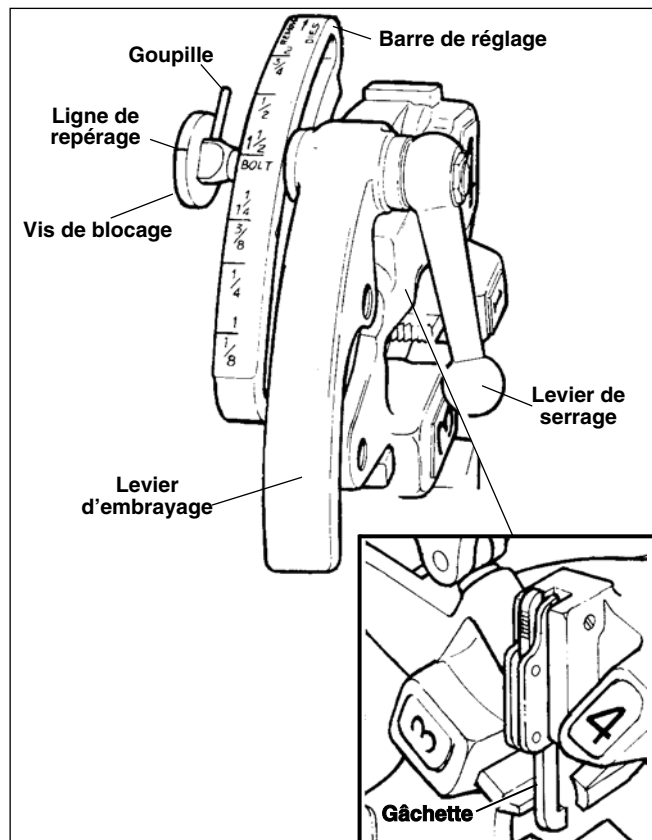

Figure 9 – Têtes de filière à ouverture automatique N°s 711 et 911
7. b. Tête de filière à ouverture automatique (*Figure 9*) – Dans le cas de filetages coniques, le contact de la gâchette de la tête de filière contre l'extrémité du tuyau (en fin de filetage) ouvre automatiquement le levier d'embrayage.
Les têtes de filière N°s 711 et 911 (*Figure 9*) pour pas à droite nécessitent trois jeux de filières différents pour le filetage des tuyaux de 1/4" à 2" de diamètre. Un jeu de filières est prévu pour chacune des plages de diamètres suivantes : (1/4" à 3/8"), (1/2" à 3/4") et (1" à 2"). Le filetage des tiges nécessite un jeu de filières pour chaque section de tige filetée.